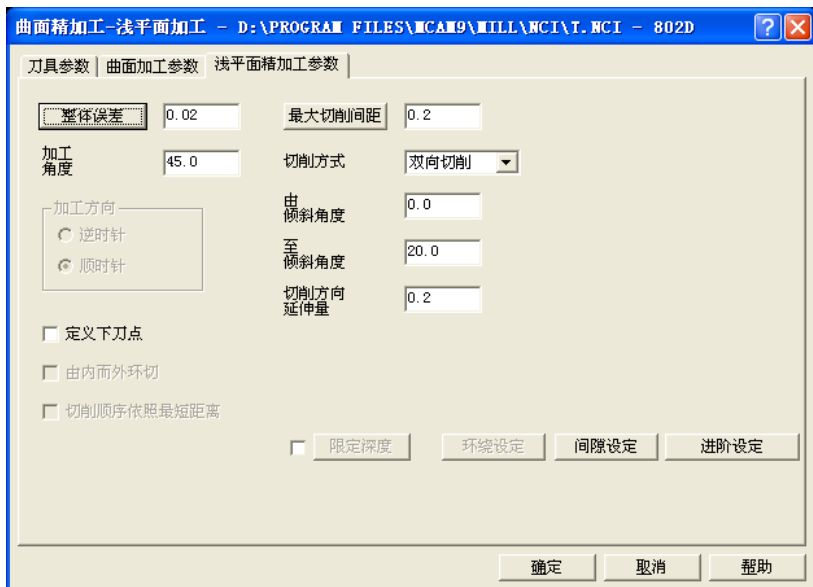

图 1-83 浅平面精加工参数
4) 在“浅平面精加工参数”选项卡中输入最大切削间距：0.2，切削方式：双向切削，切削方向延伸量：0.2，加工角度：45.0，浅平面的范围：由倾斜角度 0.0 至倾斜角度：20.0，如图 1-83 所示。单击“整体误差”，设定过滤比率：1:1，整体误差：0.02。